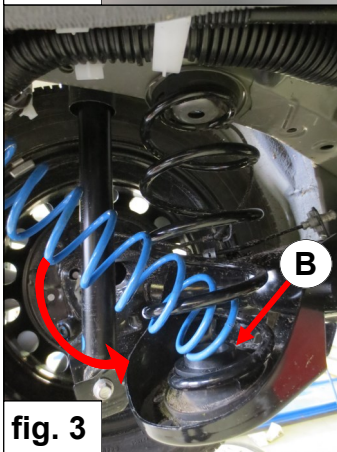

fig. 3
3. Placez la coupelle B. Introduisez le ressort auxiliaire C avec un mouvement de basculement dans le ressort principal. Voir fig. 3.
3. Placera fjädersäte B. Ta med ytterligare fjädern C med en lutande rörelse i huvud fjädern. Se fig. 3.